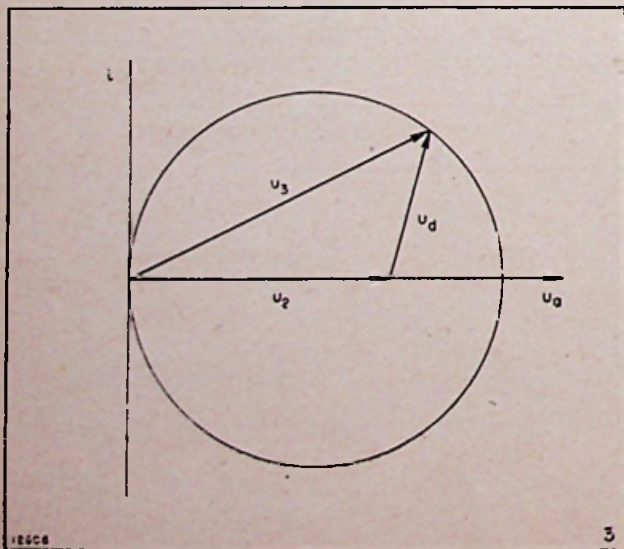

Fig. 3. — Vectorieel schema
Voor de principiële werking van de schakeling is de eerste buis (I) niet volstrekt onontbeerlijk. Zij wordt slechts vereist opdat, bij het aansluiten van een spanningsbron met geringe inwendige weerstand, de uitgangsweerstand van buis II niet zou gewijzigd worden. De aan de Wienbrug optredende spanningen kunnen gemakkelijk worden afgeleid uit het vectoriële schema van fig. 3.
Om dit resultaat te verkrijgen, rekening houdende met wat voorafgaat, bestaat het eenvoudigste middel erin de laagste frequenties te verzwakken, t.o.v. de hoogste frequenties. Om dit te bereiken moet de versterkerkromme verlopen zoals aangeduid op fig. 3.